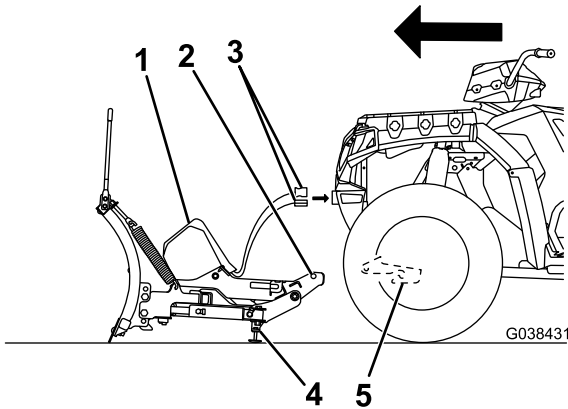

Figure 17
2. Alignez le véhicule avec le chasse-neige et avancez jusqu'à ce que la goupille inférieure rencontre le récepteur de goupille de la barre de poussée (Figure 17).
5. Retirez les chapeaux de protection des connecteurs électriques et branchez le faisceau du chasse-neige au faisceau du véhicule (Figure 17).